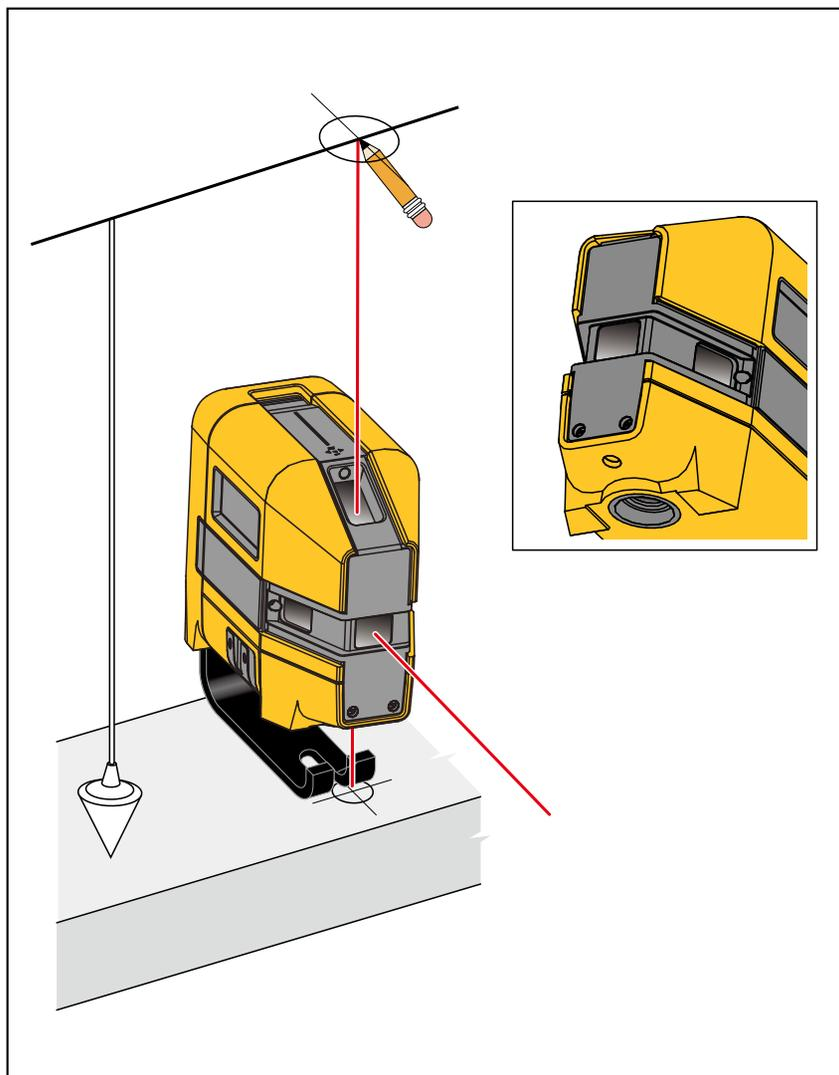

Figura 4. Nova marcação de prumo
2. Centralize o laser para baixo sobre a cruz. Veja a Figura 4.